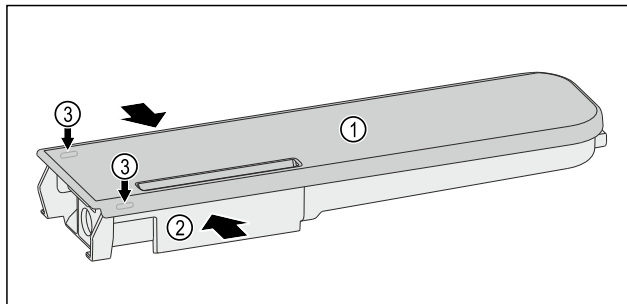

Fig. 132
- Presser le réservoir d'eau Fig. 132 (2) et faire levier pour lever précautionneusement le couvercle Fig. 132 (1) par les ergots Fig. 132 (3).
- Faire légèrement bouger le couvercle Fig. 132 (1) de l'avant vers l'arrière puis le retirer par le haut.